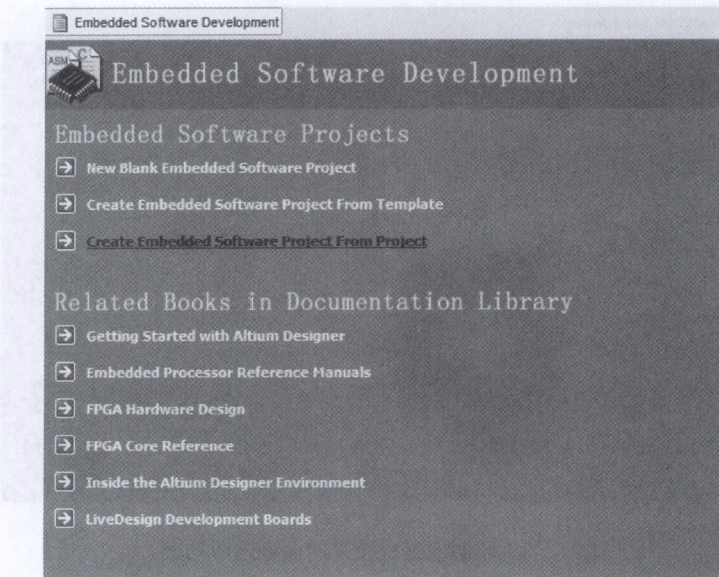

图 1-5 嵌入式软件开发的命令选项列表
(8) Embedded Software Development (嵌入式软件开发)。选择该选项后，系统会弹出如图 1-5 所示的嵌入式软件开发的命令选项列表，用户可以使用右边的“《”和“》”按钮弹出和隐藏命令项。嵌入式工具选项包括汇编器、编译器和链接器。